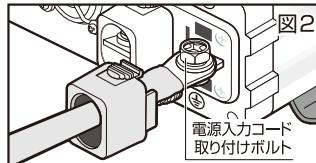

図2
3. 電源入力端子に電源入力コードを取り付けボルトでしっかりと固定します。(図2)